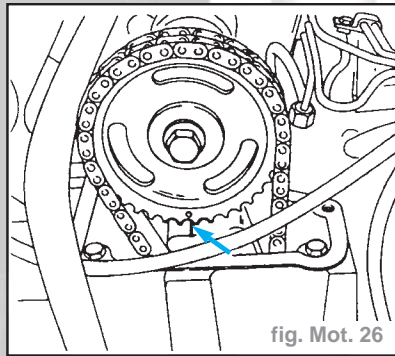

fig. Mot. 26
- Tourner l'arbre à cames jusqu'à ce que les soupapes du cylindre se chevauchent. Le repère du pignon d'arbre à cames doit se trouver en regard avec le repère de la glissière (fig. Mot. 26).